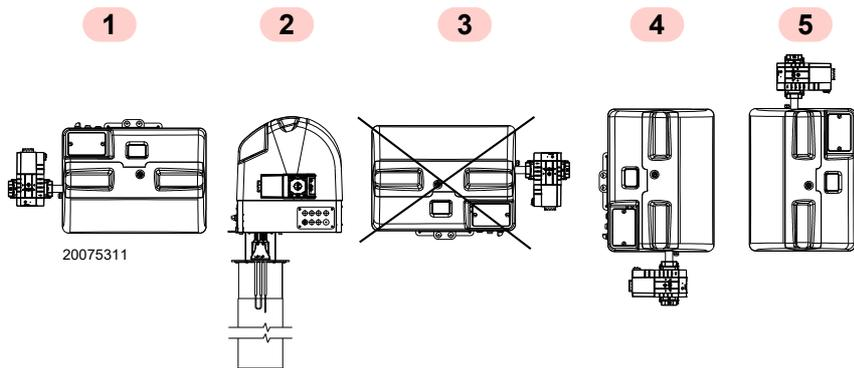

Fig. 14
- Le brûleur est exclusivement prévu pour fonctionner dans les positions **1, 2, 4 et 5** (Fig. 14).
- Toutes les positions nécessitent l'installation de la vanne gaz avec les bobines orientées vers le haut ou horizontalement (Fig. 14).